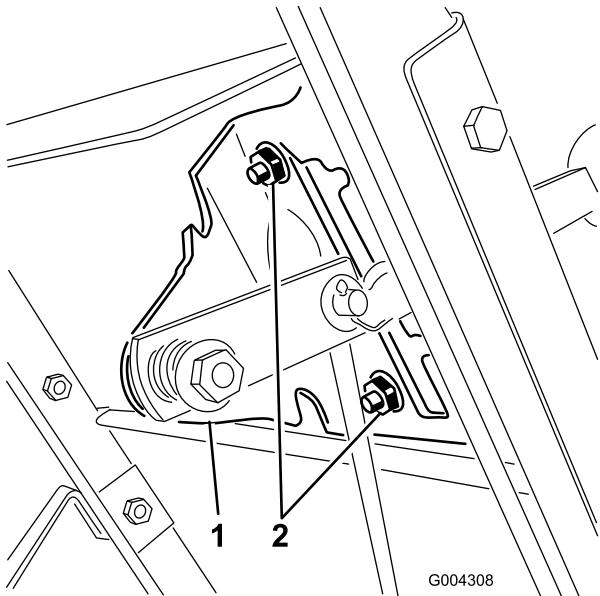

Figure 29
3. Desserrez les écrous à embase qui fixent la plaque de changement de vitesses au panneau de commande (Figure 29).